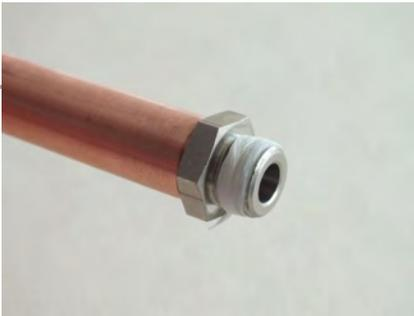

Abb. 10: Rohrleitung mit Dichtfaden
- ⇒ Die Rohrleitung ist nun für die Montage vorbereitet (Abb. 10)